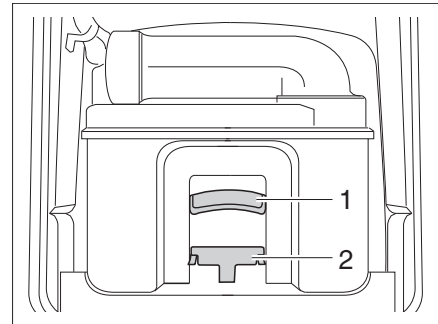

Fig. 365 Cassette Thetford
- Empujar el estribo de sujeción (Fig. 365,2) hacia delante para desbloquear el inodoro cassette y extraer el cassette con el tirador (Fig. 365,1).